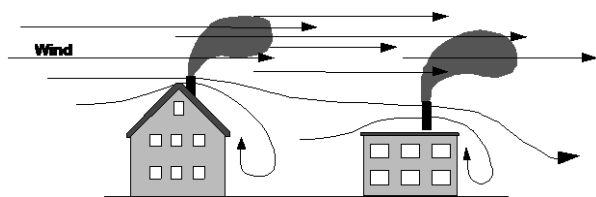

Abb. 1: Kaminhöhe nach Vorschrift: Abgase werden in die freie Atmosphäre abgeleitet und können sich dort ausreichend verdünnen 2.
Werden die Abgase von Feuerungsanlagen nicht ausreichend hoch über Dach abgeleitet, können die Bewohner des Anlagegebäudes und die benachbarte Umwelt durch Luftschadstoffe gefährdet oder belästigt werden. Eine wirksame Schutzmassnahme sind ausreichend hohe Kamine über Dach. Abgase von Feuerungsanlagen sollen stets ausserhalb der turbulenten Luftströmung des Gebäudes abgeleitet werden. Auf diesem Grundprinzip bauen die Empfehlungen über die Mindesthöhe von Kaminen über Dach auf, vgl. Abb. 1 und 2.
- b) die Gebäudehöhe H nach Abb. 13 um das 0,2-fache der Gebäudebreite, höchstens jedoch um 5 m;